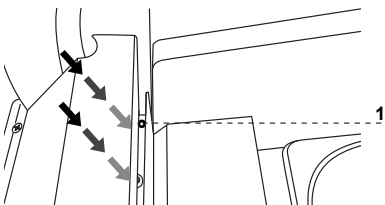

Рис.6 Крепление стеклянного экрана
4. Установить передний экран Рис.6 (стр.34)